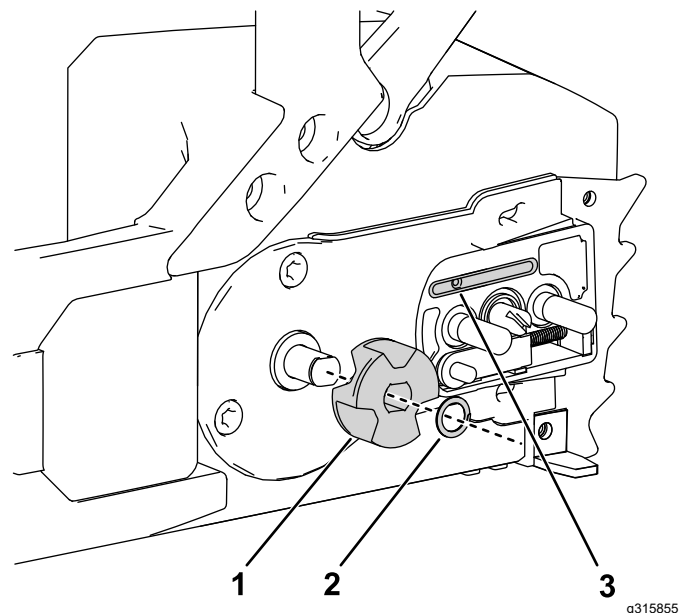

Figura 32
5. Retire el clip y el piñón de arrastre de la motosierra (Figura 32).
9. Compruebe que la salida de aceite (Figura 32) está libre de residuos; limpie la zona si es necesario.